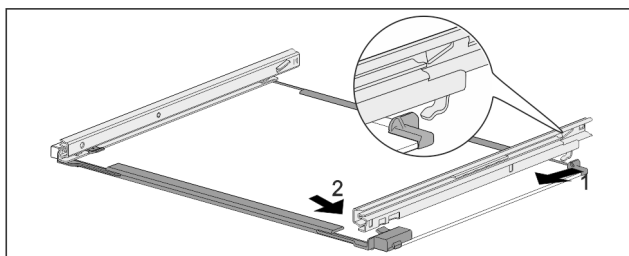

Fig. 174 Ripiano in vetro con guide
- Agganciare la guida sul lato posteriore. Fig. 174 (1)
- Innestare la guida sul lato anteriore. Fig. 174 (2)